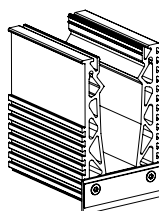

Figura 2
3. Il profilo è composto da diverse aste. Serrare le labbra in gomma su entrambe le estremità del profilo con la piastra di fissaggio prima di montare il profilo reggivetto (figura 2). La soluzione di drenaggio viene applicata nell'area del giunto (figura 3) e collegata a un tubo in PVC. I collegamenti a parete e i giunti di profilo devono essere formati come un giunto di dilatazione.